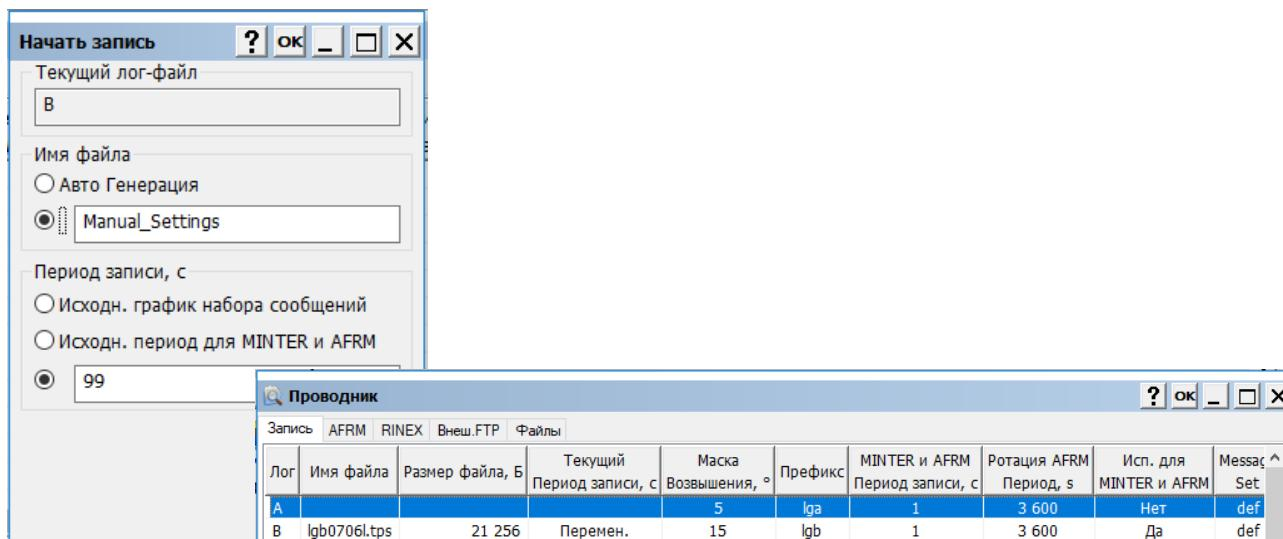

Рисунок 7-5: Начало записи файла с произвольными настройками
4. Кликните **OK** для начала записи файла с введенными параметрами. Текущий файл записи отобразится в закладке **Запись** (Рисунок 7-5).